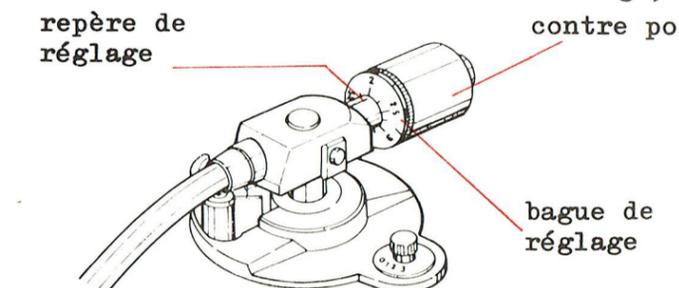

Fig 10
- Régler la force d'appui de la pointe de lecture à la valeur recommandée pour la cellule utilisée. Pour cela, tourner le contre-poids avec la bague de réglage pour les amener en face de la valeur indiquée (voir caractéristiques techniques). (Fig. 10).